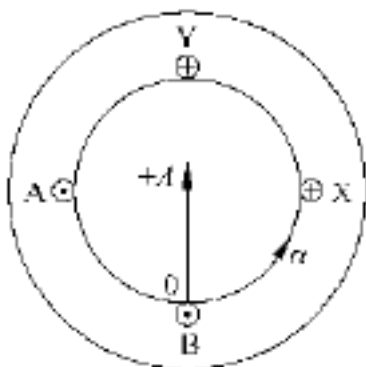

图 6.9
6.9 如图 6.9 所示的两相对称绕组, 若 $i_A = \sqrt{2} I \sin t$, $i_B = \sqrt{2} I \sin(t + 90^\circ)$ 。